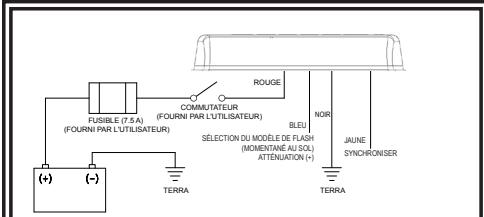

Figure 3
5. Reliez les câbles d'alimentation comme indiqué dans la section sur le câblage (voir Figure 3).
Le câblage de la mini-barre à montage définitif est tel qu'indiqué à la figure 3. Tout le câblage doit être d'au moins 18 AWG. La ligne positive doit disposer d'un fusible 7,5 ampères, tel que décrit. Il est possible d'employer un interrupteur pour contrôler la fonction d'allumage et d'arrêt.